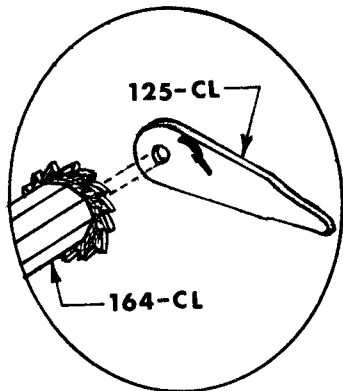

Fig. 21
- 8- Poser l'ensouple avant 164-CL. Insérer d'abord la poignée de l'ensouple 125-CL dans le bout du tourillon dentelé de l'ensouple. Placer ensuite l'ensouple: le tourillon dentelé du côté droit dans les coches respectives sur les traverses 111-112-CL en ayant soin au préalable de relever les cliquets. (*Fig. 21*)